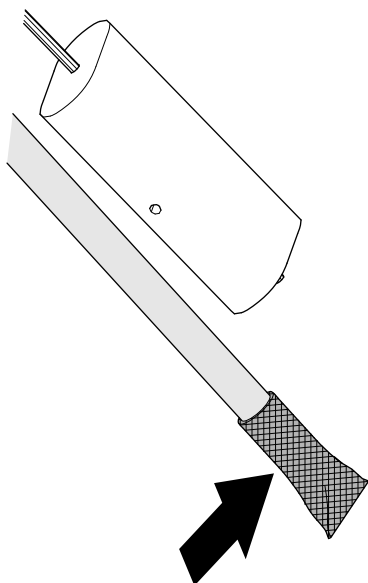

Figura 86
1. Limpe a tela na extremidade do tubo de captação de combustível (Figura 86).